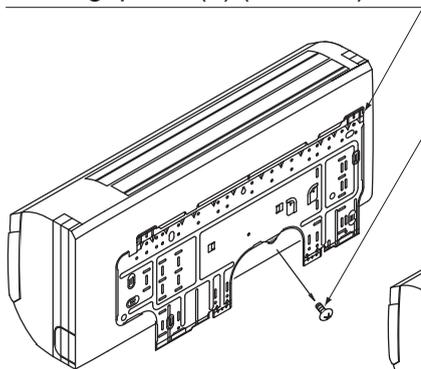
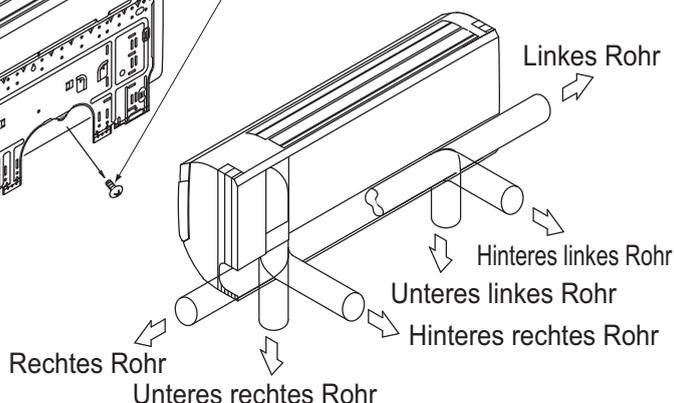
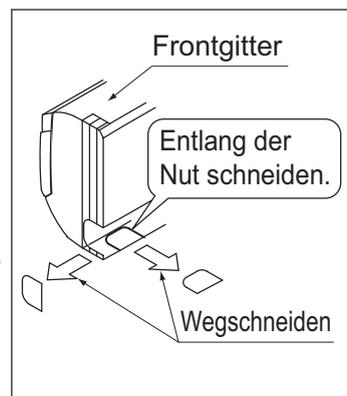

Abb. 3
Abb. 4
Abb. 5
- (1) Entfernen Sie die Montageplatte (1) vom Gerät und bringen Sie sie an der Wand an. (Die Montageplatte ist temporär mit Schrauben am Innengerät befestigt (nur für die Klasse 100).) (Siehe Abb. 3)**
- (a) Überprüfen Sie die Stelle für die Bohrung zur Befestigung der Montageplatte (1).
- (b) Befestigen Sie die Montageplatte (1) vorläufig an der provisorischen Befestigungsposition und verwenden Sie eine Wasserwaage, um sicher zu gehen, dass die Montageplatte waagrecht oder die Seite mit dem Ablaufschlauch mit leichtem Gefälle nach unten ausgerichtet ist.
- (c) Sichern Sie die Montageplatte (1) entweder mit den Befestigungsschrauben für die Montageplatte (2) oder mit Bolzen an der Wand.
- (2) Öffnen Sie die Rohrleitungs-Durchlassöffnung.**
- Die Kühlmittelleitung wie auch die Ablaufleitung können in eine der folgenden 6 Richtungen herausgeführt werden: links, unten links, auf der Rückseite links, rechts, unten rechts und auf der Rückseite rechts. **(Siehe Abb. 4)**
- Wählen Sie entsprechend der Stanzmarkierung auf der Montageplatte (1) aus, wo die Rohrleitungen herausgeführt werden und öffnen Sie dort eine Durchlassöffnung ( $\phi 80$  mm) in der Wand. Die Öffnung muss so angelegt sein, dass das Ablaufrohr ein Gefälle erhält. (Siehe "7. VERLEGUNG DER ABLAUFLEITUNGEN".)
**(3) Falls Sie die linke, untere linke, rechte oder untere rechte Stelle für die Rohrleitungen verwenden, schneiden Sie mit einem Cuttermesser, Teppichmesser o. Ä. eine Rohrleitungs-Durchlassöffnung in das Frontgitter. (Siehe Abb. 5)**